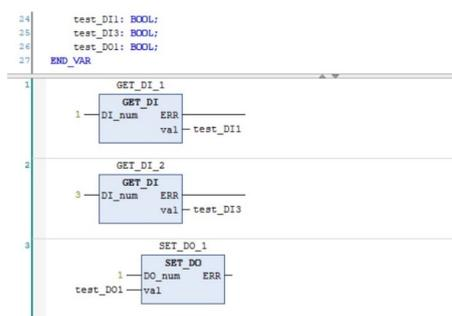

Рис. 22 Пример использования библиотеки K15_LX1_gpio.
1. Пользователю необходимо разместить нужные функциональные блоки в любом из программных модулей и привязать к соответствующим переменным (Рис.22), исходя из того, что: